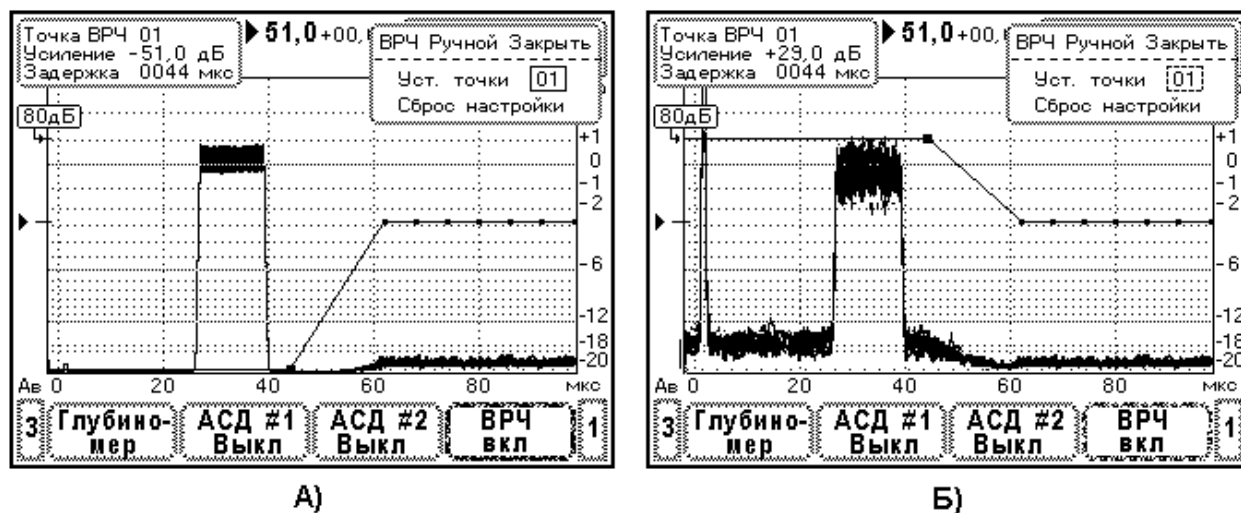

Рис.10.6.8.1. Вид тест-сигнала на экране дефектоскопа при определении динамического диапазона ВРЧ.
3. Включите систему ВРЧ дефектоскопа. В меню «Настройка» - «ВРЧ» в верхнем элементе установите «ВКЛ», затем в нижнем элементе меню выберите стиль ВРЧ «Ручной» и перейдите в режим редактирования кривой ВРЧ. Вид меню показан на Рис.10.6.8.1. Далее удалите действующую настройку ВРЧ путем выбора элемента меню «Сброс настройки». В результате коррекция усиления во всех точках ВРЧ устанавливается в ноль. Точки ВРЧ группируются в пределах экрана прибора. Если необходимо, с помощью образцового аттенюатора проведите подстройку амплитуды тест-сигнала на уровень 0 дБ по экрану.
в точке ВРЧ 01. Затем, изменяя ослабление образцового аттенюатора, установите амплитуду тест-сигнала на уровень 0дБ по экрану. Вид экрана дефектоскопа после выполнения указанных операций представлен на Рис.10.6.8.1.А. Зафиксируйте ослабление образцового аттенюатора K_n [дБ].
5. Определение верхней границы динамического диапазона ВРЧ. Увеличивайте до предела усиление в точке ВРЧ 01. Затем, изменяя ослабление образцового аттенюатора, установите амплитуду тест-сигнала на уровень 0дБ по экрану (Рис.10.6.8.1.Б). Зафиксируйте ослабление образцового аттенюатора K_v [дБ].